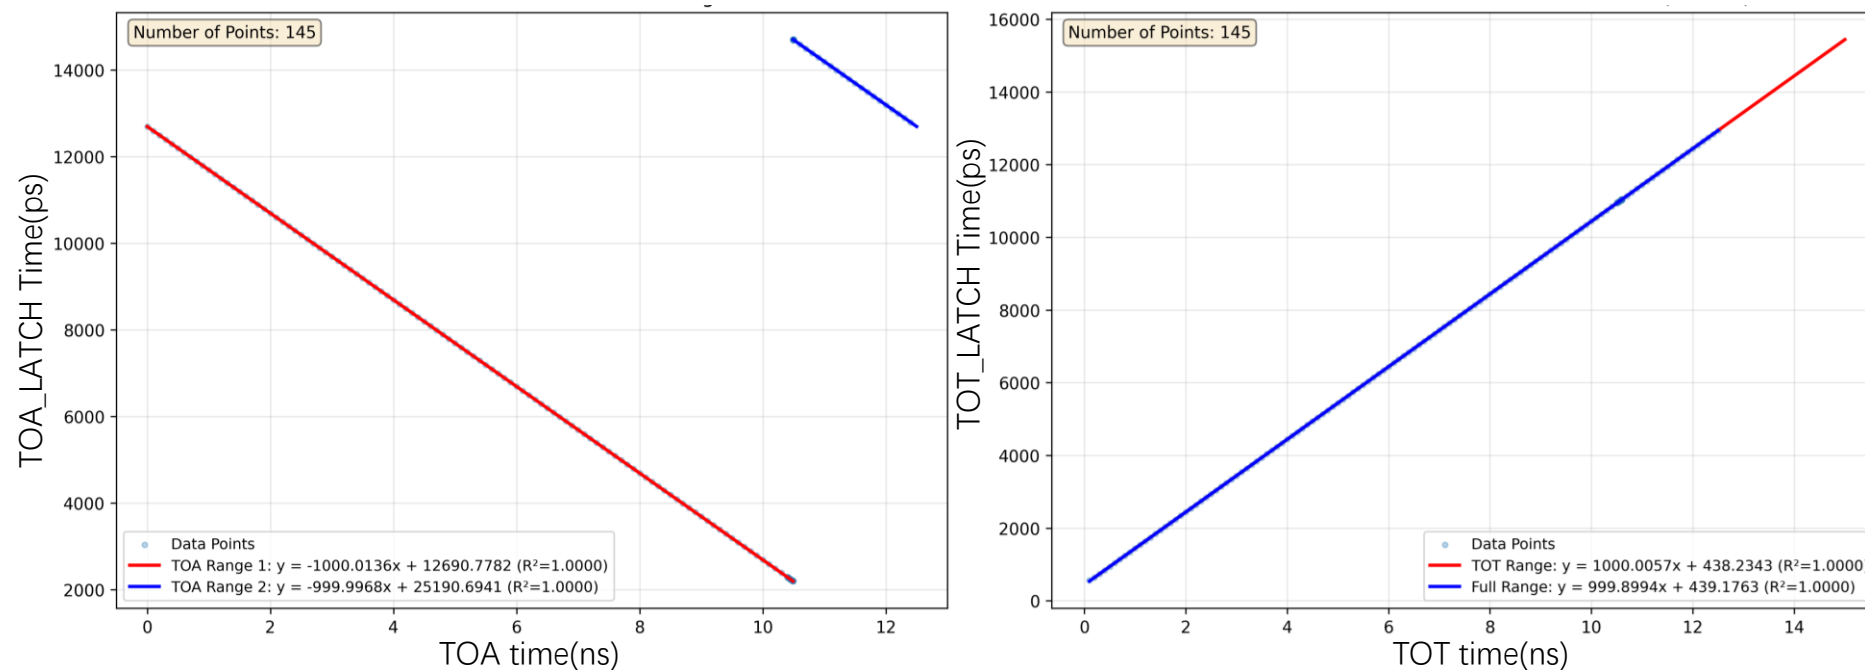

图8：Controller后仿结果
- 图8中分别为Controller对TOA和TOT的转换结果，从结果可以看到二者斜率均为1000，表示转换线性度高。